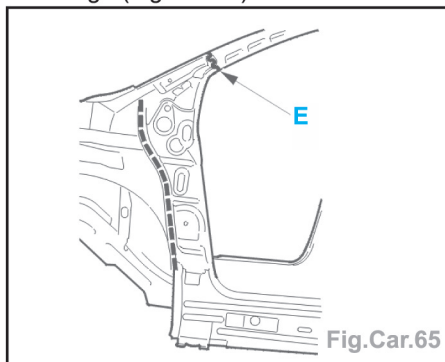

Fig.Car.65
- Appliquer un mastic d'étanchéité et de soudage (Fig.Car.65).